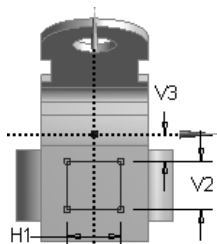

图 3.10.16 草图 4
(1) 绘制图 3.10.16 所示的草图 4。选取 YZPlane 平面, 单击“New Sketch”按钮, 绘制图 3.10.16 所示的截面草图, 其中 $H1=50$, $V2=45$, $V3=25$ 。